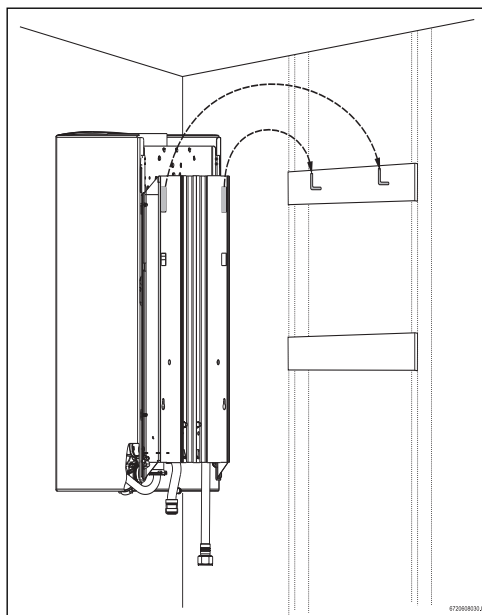

Fig. 8 Asegure el calentador a la pared
- Cuelgue el calentador de los dos ganchos en forma de "L". (vea la Fig. 8).